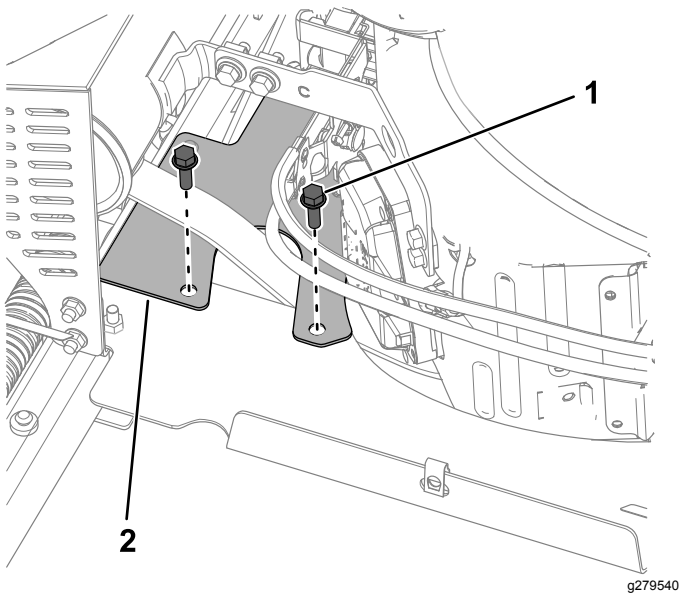

Figure 33
2. Montez le protège-courroie comme montré à la Figure 33. Serrez les boulons à un couple de 20 à 25 N·m.